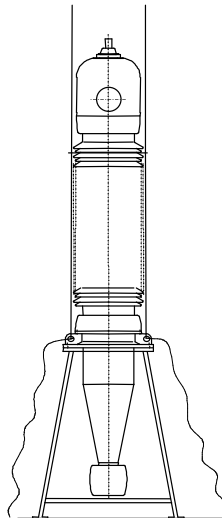

Fig. 11e
- Place the bushing on a trestle (Fig. 11e).